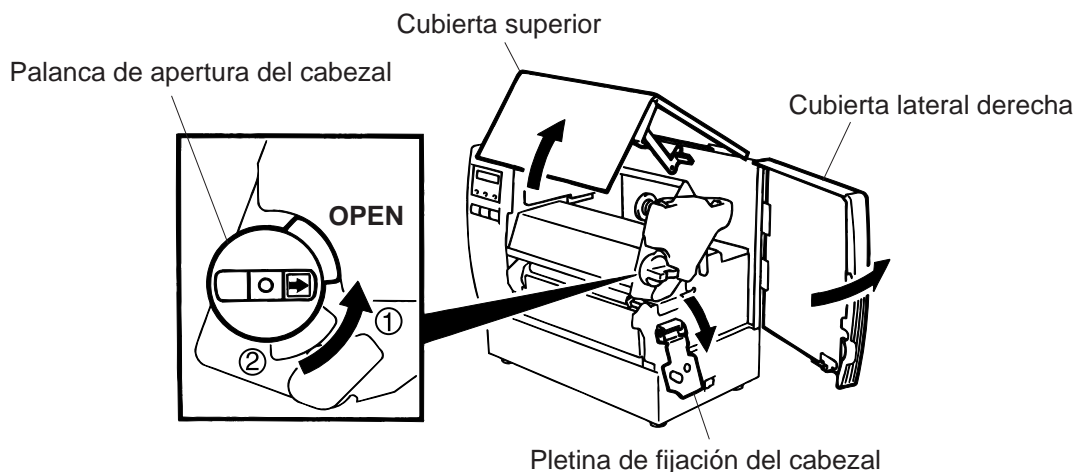

Fig. 7-1
9. Gire la palanca de apertura del cabezal a la posición adecuada dependiendo de papel utilizado. (Referido a la Fig. 7-1)
- ①: Etiquetas o cartulina fina.
- ②: Cartulina gruesa.
**PRECAUCIÓN:** Si utiliza etiquetas asegúrese de poner la palanca de apertura del cabezal en la posición ①.